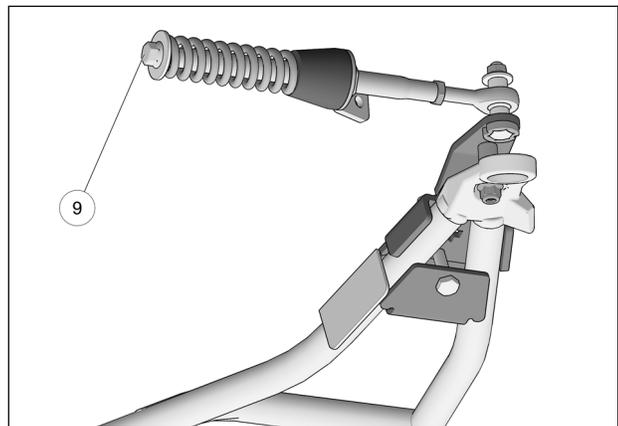

Fig. 20
10. Vérifier que le boulon du ressort (6) est serré au couple recommandé : $75\text{ N}\cdot\text{m}$ [55 lb·pi]. Fig. 20